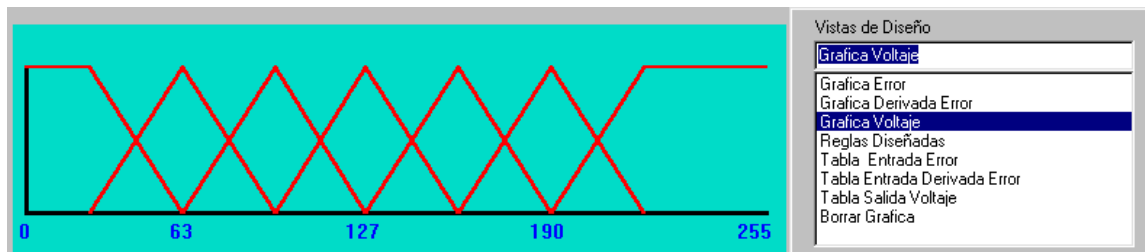

Figura 13. Grafica de la variable de salida voltaje
- Grafica Voltaje, presenta en pantalla los conjuntos definidos por el usuario de la variable lingüística de salida Voltaje. Ver Figura 13.